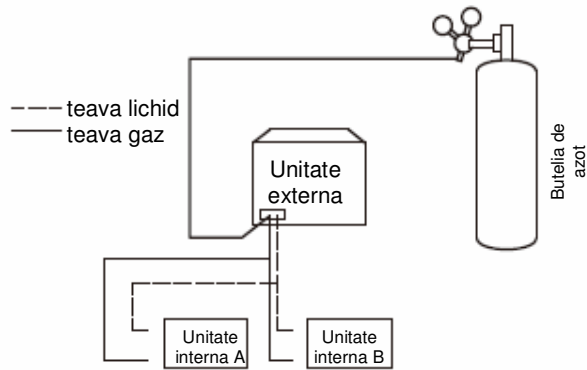

Figura 5.15
4. Utilizati capace oarbe pentru a bloca toate deschizaturile de pe partea cu lichid (gaz), cu exceptia deschizaturii la unitatea interna cea mai indepartata de unitatile externe ("Unitatea interna A" din Figura 5.15).